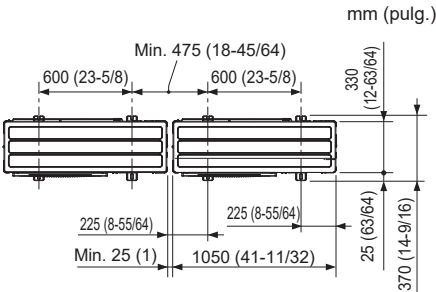

Fig. 3-1
- Cercirese de instalar la unidad en una superficie robusta y nivelada para evitar los ruidos de traqueteo durante la operacin. (Fig. 3-1)